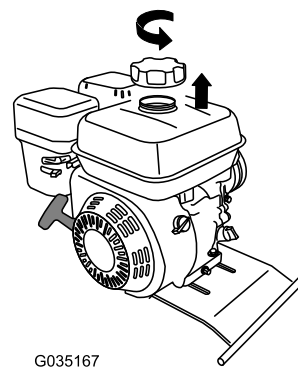

**Figure 50**
4. Tournez le robinet d'arrivée de carburant complètement à gauche en position FERMÉE (Figure 50).
5. Dévissez la cuvette de décantation (Figure 50).
6. Déposez et conservez le filtre à carburant et le joint torique (Figure 50).
9. Posez le filtre à carburant au fond du carburateur (Figure 50).